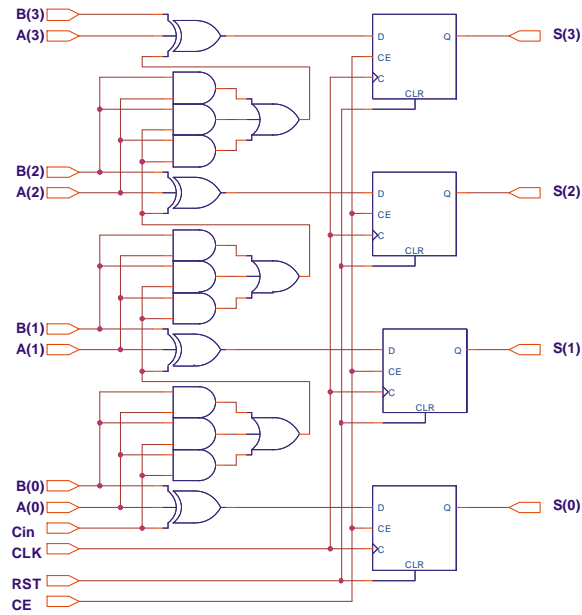
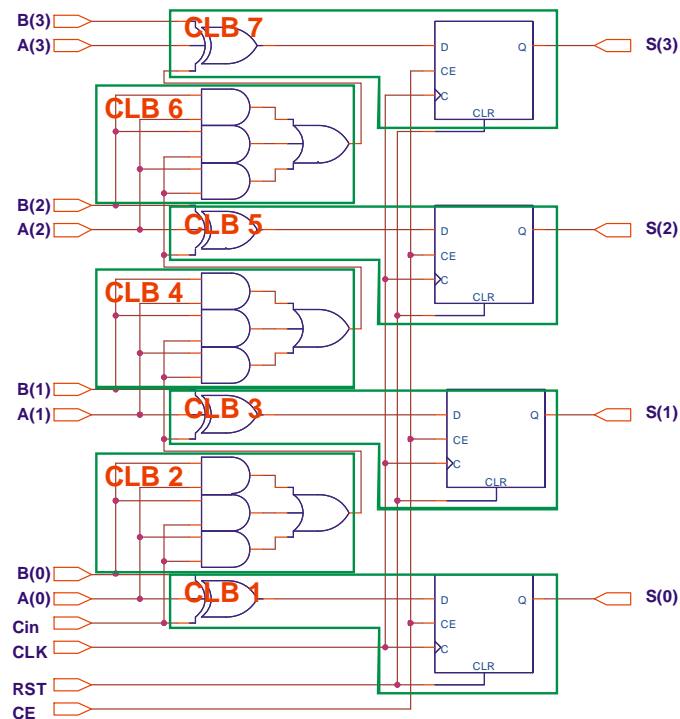

Figura 3.- Circuito ejemplo resultado de ejecutar el proceso *Translate*.
Figura 4.- Mapeado.
- *Translate*: se trata de un proceso durante el cual se enlazan todos los ficheros de diseño que se quieren implementar en uno con formato NGD. El fichero NGD (*Native Generic Database*) representa una lista de conexiones (*netlist*) que describe el diseño a nivel lógico en forma de primitivas de *Xilinx*. A veces recibe el nombre de fichero de diseño y sirve como entrada al mapeador. (Figura 3)
- *Map*: agrupa las primitivas (símbolos lógicos o puertas) especificadas en el fichero anterior (NGD) en componentes físicos (slices e IOBs). En otras palabras, se trata de un proceso que mapea la lógica definida en el fichero NGD en elementos que constituyen la FPGA, tales como CLBS e IOBs. El proceso genera como salida un fichero formato NCD (*Native Circuit Description*) que físicamente representa el diseño mapeado en componentes de la FPGA destino. La Figura 4 muestra el circuito de la Figura 3 mapeado en CLBs.